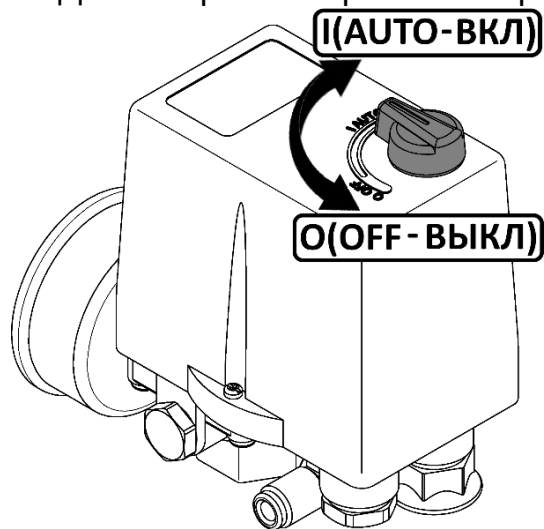

Рисунок 4
- Проверьте, чтобы выключатель на прессостате находился в выключенном положении "OFF" (см. рисунок 4).
- 1 Выключить компрессор выключателем на прессостате. Для этого необходимо переключить выключатель в положение "OFF" (см. рисунок 4). После этого остановится электродвигатель и произойдет сброс давления из нагнетательного воздухопровода и поршневого блока.